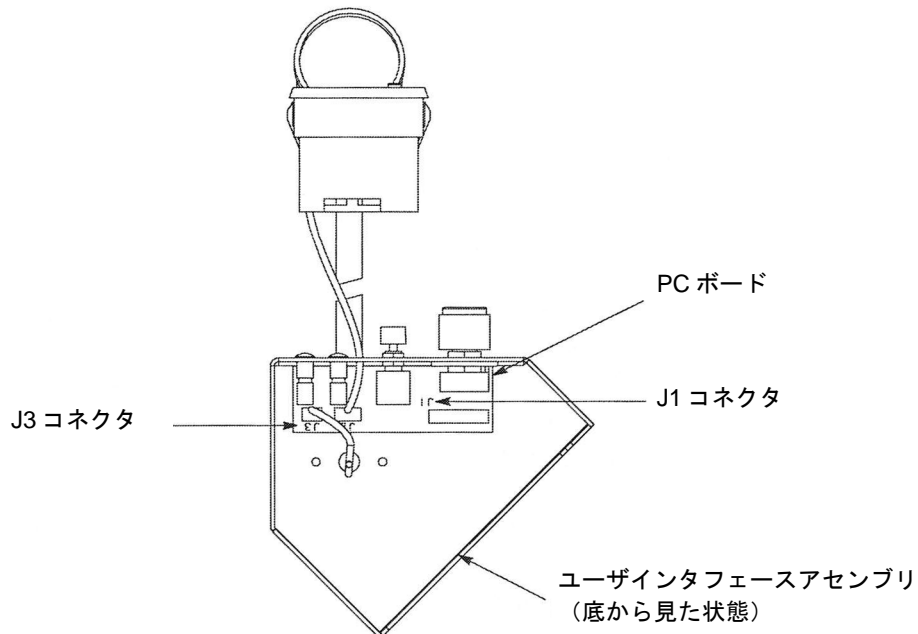

Fig. 16
5. 3 個の作業灯キット用ロックアウト穴（Fig. 16、詳細 A）をユーザインタフェースアセンブリの上面から取り外ししてください。
8. 作業灯 (Fig. 16、詳細 A に示されている) を提供されたソケットねじを使用してユーザインタフェースエンクロージャの上面に取り付けてください。